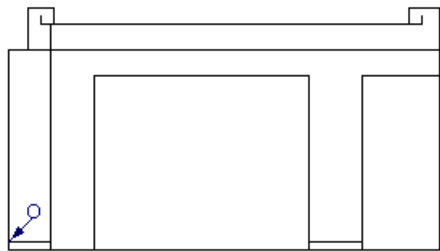

图 17.55 绘制灯槽
(7) 使用快捷键 L 激活【直线】命令，分别在轮廓线 1 的两端绘制长度为 150，高度为 100 的线段作为灯槽，如图 17.55 所示。
(8) 使用快捷键 ML 激活【多线】命令，绘制长为 430、宽为 680 的多线作为立面窗，命令行操作如下：
//以上图 17.55 所示的 0 点作为延伸点，配合延伸捕捉功能，在垂直方向上捕捉距 0 点 20 个单位的点